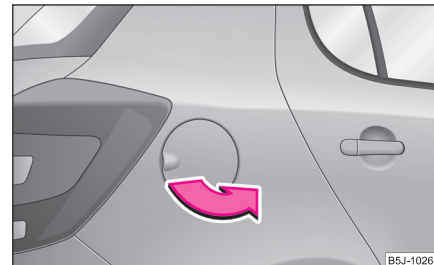

Fig. 165 Partea dreaptă spate a autovehiculului: Clapeta rezervor
- Deschideți clapeta rezervorului cu mâna ⇒ fig. 165.